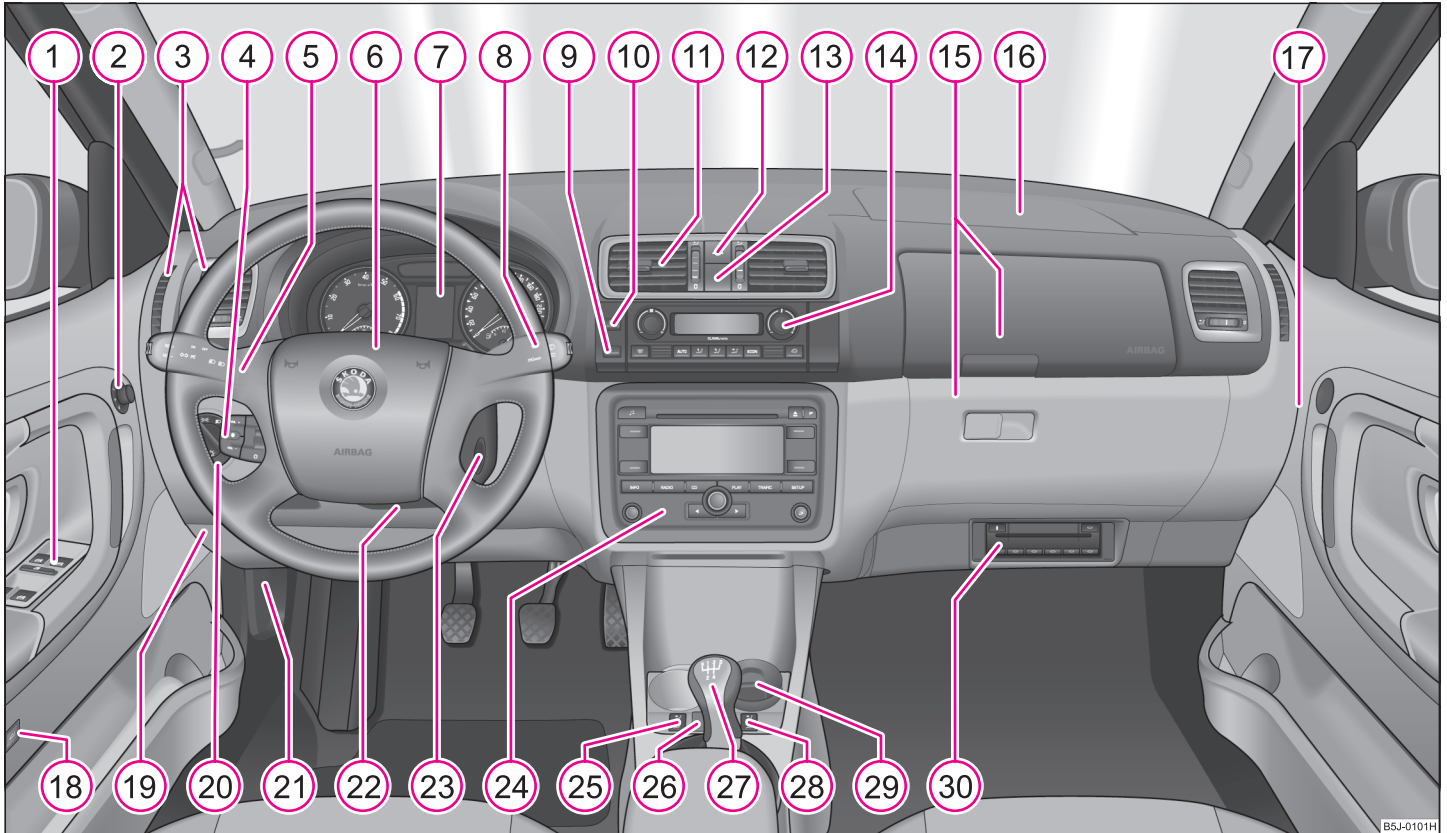

Abb. 1 Einige der in der Abbildung aufgeführten Ausstattungen gehören nur zu bestimmten Modellausführungen oder sind Mehrausstattungen.
- Bei Fahrzeugen mit Rechtslenkung weicht die Anordnung der Bedienungselemente zum Teil von der in Seite 7, Abb. 1 gezeigten Anordnung ab. Die Symbole entsprechen jedoch den einzelnen Bedienungselementen. ■